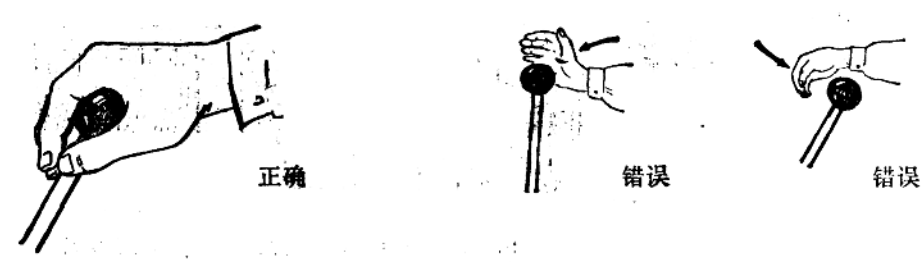

图 1-7 变速杆的握法
(1) 变速操纵杆的用途：用以接合和分离变速器内的各档齿轮，从而改变传递的扭矩和行驶速度，并可使汽车前进或后退。
(2) 变速杆的位置：中型以上汽车的变速杆一般竖立在方向盘一侧的驾驶室地板上，而小汽车则多附装在转向管柱的一侧。
(3) 变速杆球头的握法：变速杆球头的握法，应以掌心贴住球头，五指轻握杆球，运用手腕的力量，准确地推入或拉入某一选定的档位，如图 1-7 所示。正确地操纵变速杆，可以使换挡动作迅速、准确，缩短换挡时间，避免变速器齿轮的碰击，减少磨损。